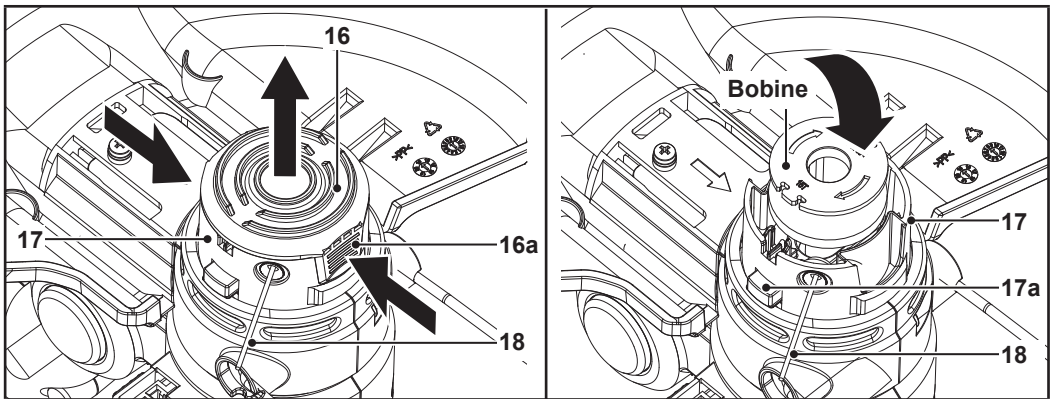
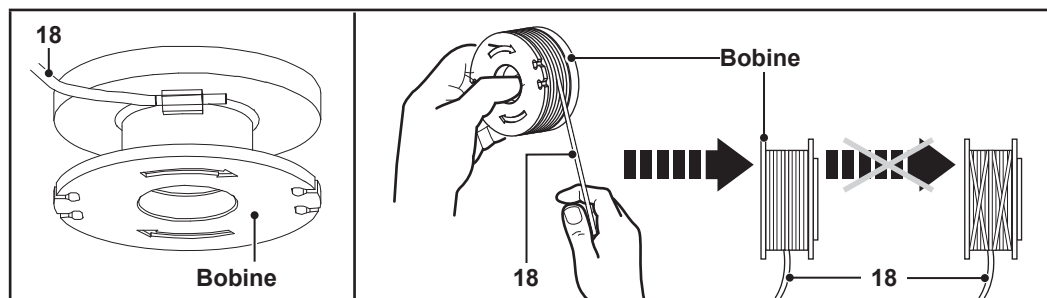

Fig. 11
Fig. 12
1. Retirer la batterie (19).
2. Ouvrir le carter de bobine (17) : appuyer simultanément sur les deux boutons de déverrouillage (16a) du couvercle de bobine (16) (Fig. 11). Il est possible d'utiliser un outil (par ex. un tournevis) pour soulever le couvercle de bobine.
3. Retirer le couvercle de bobine (16) (Fig. 11).
5. Faire passer l'extrémité du fil de coupe (18) de la nouvelle bobine dans la fente du carter de bobine (17). Laisser environ 15cm de fil de coupe dépasser du carter de bobine.
6. Insérer la nouvelle bobine dans le carter de bobine (17) (Fig. 11).
7. Replacer le couvercle de bobine (16) sur le carter de bobine (17). S'assurer que les boutons de déverrouillage du couvercle de bobine (16a) s'engagent dans les encoches du carter de bobine.
5. Mettre au rebut l'ensemble du fil de coupe restant (18) de la bobine.
6. Nettoyer le carter de bobine (17) et la bobine.
7. Couper un nouveau fil de coupe (18) de 4m de long et de 1,6mm de diamètre.
8. Faire passer une extrémité du nouveau fil de coupe (18) dans le petit œillet de la bobine en respectant le sens des flèches (Fig. 12).
9. Enrouler fermement l'ensemble du fil de coupe (18) autour de la bobine en suivant le sens des flèches visibles sur la bobine (Fig. 12).